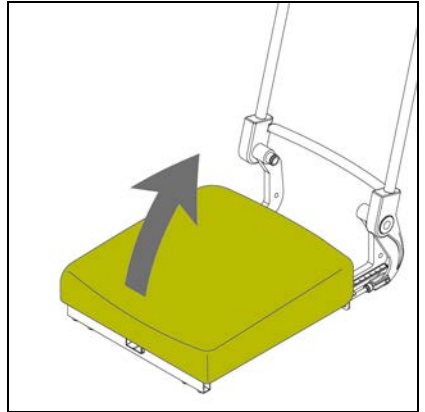

Figure 3.1
##### Retrait (fig. 3.1).
1. Retirer le coussin du siège en le tirant vers le haut (fig. 3.1).